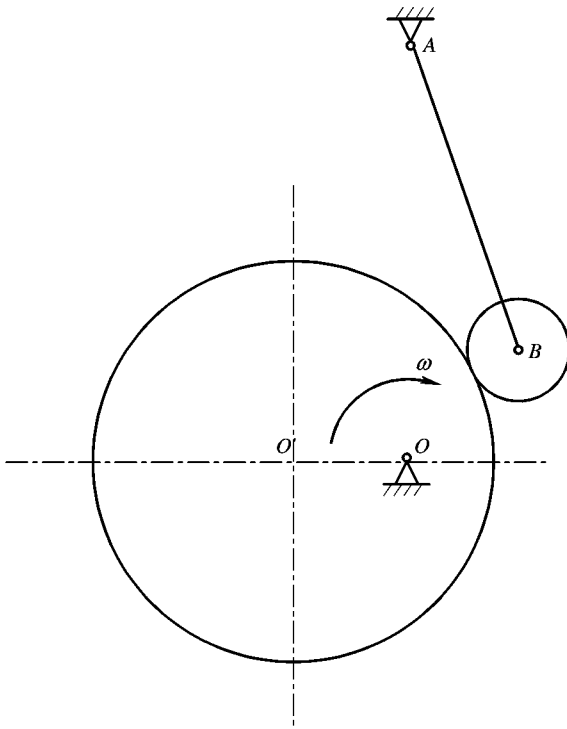

图 1.2
1.4 (10分) 在图 1.2 所示的凸轮机构中，已知凸轮的实际廓线为一圆，圆心为 O' ，凸轮的回转中心为 O ，滚子的半径为 r_r ，推杆的回转中心为 A ，用图解法求：